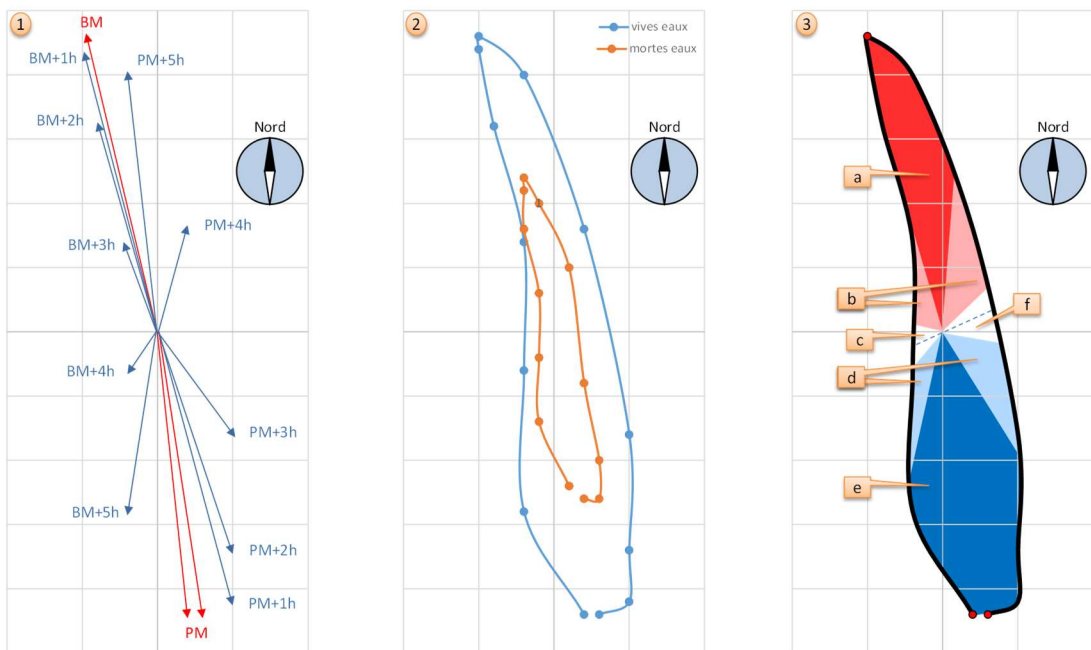

Figure 97. Construction et interprétation d'une rose des courants (en heures marées)
La Figure 97 montre la construction de la rose des courants en ce point.
Il est possible de tracer, pour chaque heure, un vecteur représentant le courant (orientation et vitesse). Sur la partie (1) de la Figure 97, ce graphique est réalisé en débutant d'une PM (flèche rouge en bas à droite). Dans cet exemple, le courant en PM est orienté vers le Sud. Puis heure après heure, le courant tourne dans le sens anti-horaire. En BM, le courant est orienté vers le Nord. Puis il revient quasiment dans sa position initiale en poursuivant sa rotation dans le sens anti-horaire.
On peut relier les extrémités de ces vecteurs pour obtenir la « rose des courants ». La partie (2) sur la Figure 97 montre à la fois la rose des courants de **vives eaux coefficient 95** (en bleu) et celles de **mortes eaux coefficient 45** (en orange). La vitesse varie du simple au double mais les orientations restent similaires. Les courbes ne sont jamais parfaitement refermées, car du fait du mouvement perpétuel des astres, on n'observe jamais exactement la même marée au cycle suivant.
Les marées ne sont pas à proprement parler un déplacement d'eau, mais une onde. **Ce n'est pas le courant qui crée la marée, mais bien la marée qui crée un courant.** Ainsi, **le courant est « en retard » sur la marée**, comme on l'observe sur la partie (3) de la Figure 97. Commençons par la PM, située en bas du graphique : le courant est encore en flot, et très intense (e). Vers PM+3h seulement, alors que la mer descend déjà depuis trois heures, le flot diminue (d), pour atteindre une étale de flot (f) puis la renverse de courant vers PM+3,5h. Vers PM+3,75h, un jusant modéré s'installe (b), et se renforce progressivement à partir de PM+4h (a), pour devenir maximal à BM. Le jusant reste très fort après BM, puis persiste avec une vitesse moindre à PM+3h (b), puis survient une étale de jusant suivie de la renverse de courant vers BM+3,75h (c). Un flot s'installe et augmente progressivement pour donner un flot intense vers BM+5 (e), etc. On observe dans cet exemple que le courant de marée a environ **3h45 de retard** sur la marée.